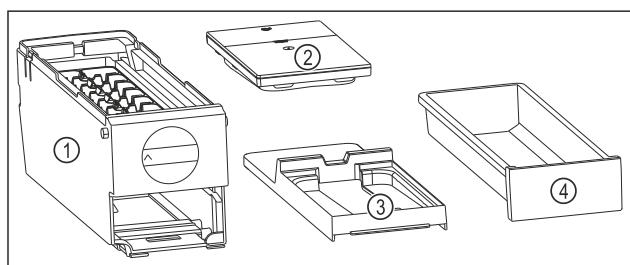

Fig. 84 Componente ale EasyTwist-Ice
- EasyTwist-Ice este dezasamblat în patru piese. (vezi Fig. 84)
- Dezasamblați EasyTwist-Ice numai în componentele ilustrate. (vezi Fig. 84)
- Curățați corpul EasyTwist-Ice Fig. 84 (1) ca un întreg.